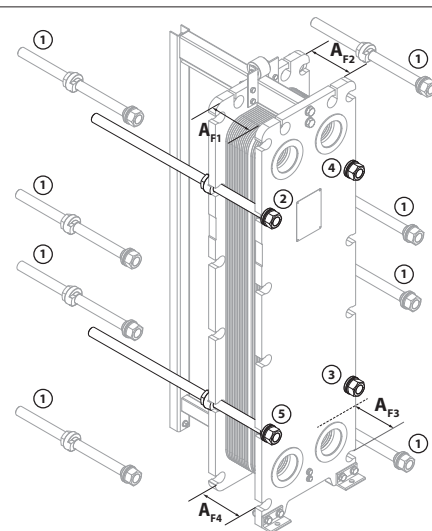

Abb. 35
Prüfen Sie vor der Inbetriebnahme, ob alle Anschlüsse richtig montiert und festgezogen sind und ob das Spanmaß gemäß dem Typenschild korrekt ist. Nehmen Sie die Maße AF1, AF2, AF3, AF4 gemäß Abb. 35.
3. Lockern Sie die Spannschrauben bei einer maximalen Wegstrecke der Mutter von 3 mm, bis Sie Montage-Nennmaß = Montage-Nennmaß (gemessen/vom Etikett abgelesen) + 5 % erreicht ist. An dieser Stelle können Sie die Spannschraubenpaare von oben und unten vollständig lösen und entfernen (siehe Ziffer 1 in Abb. 35).
Lockern Sie eine oder alle Spannschrauben nicht sofort vollständig. Lockern Sie die Spannschrauben schrittweise in der in Abb. 35 gezeigten Reihenfolge. Wenn ein hydraulisches Werkzeug zum Lockern der Spannschrauben verwendet wird, muss das Werkzeug auf die niedrigste Drehzahl eingestellt werden.